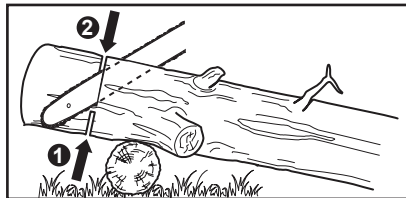

Fig. 33
2. Când bușteanul este susținut la un capăt (Fig. 33), taie o treime din diametru în partea de dedesubt (scurtare de dedesubt). Apoi fă tăietura finală tăind de deasupra până ajungi la prima tăietură.